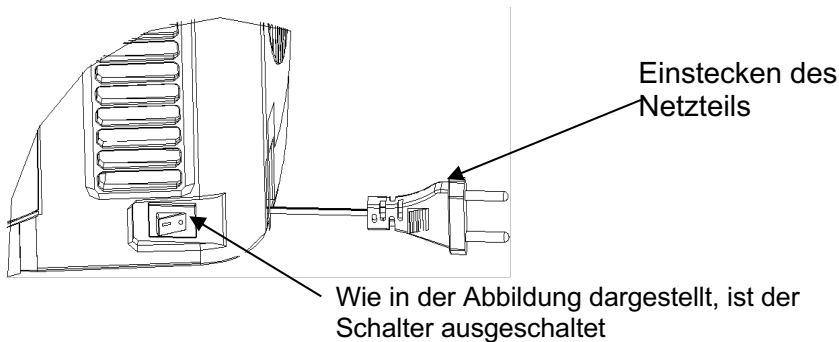

Abbildung 10
12. Decken Sie die obere Abdeckung ab (Einzelheiten finden Sie auf dem Etikett auf der oberen Abdeckung). Stellen Sie den Netzschalter auf "-", um die Stromversorgung den Bierkühler zu starten und sie beginnt zu arbeiten (stellen Sie den Netzschalter auf 0, um die Stromversorgung auszuschalten) (wie in Abbildung 10 dargestellt).